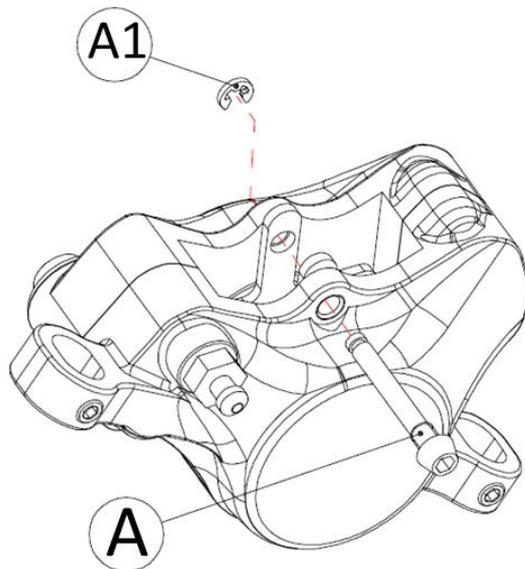

Figura 11: Smontaggio clip e perno pastiglie
- 3) Svitare il perno di fissaggio **A** delle pastiglie, utilizzando una chiave 2,5mm per inserti esagonali. Estrarre completamente il perno pastiglia come indicato in **Figura 11**